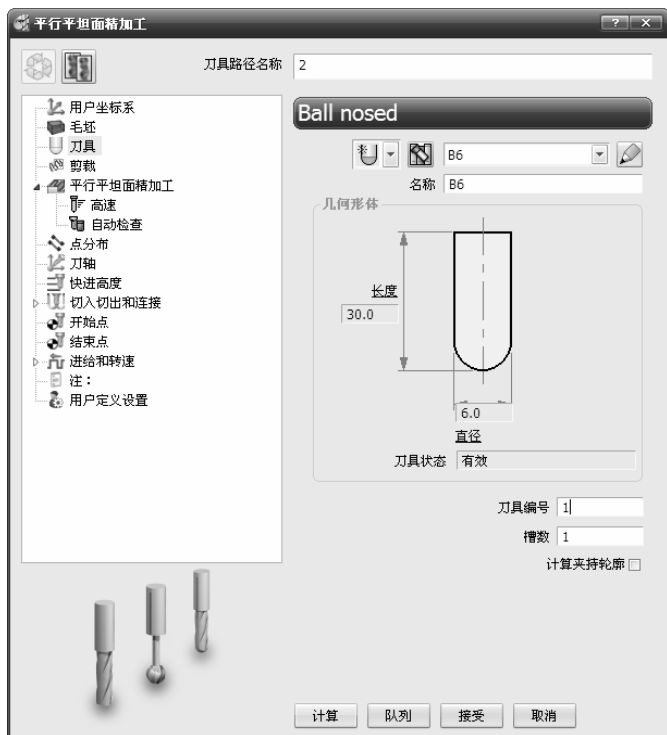

图 2-129 “平行平坦面精加工”对话框
6) 单击主工具栏上的“刀具路径策略”按钮, 弹出“策略选取器”对话框, 单击“精加工”选项卡, 选中“平行平坦面精加工”选项, 单击“接受”按钮, 弹出“平行平坦面精加工”对话框, 如图 2-129 所示。